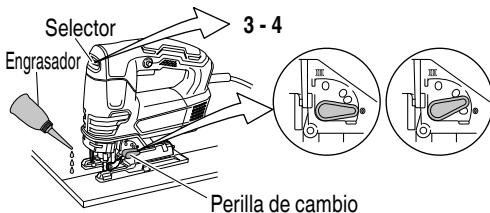

Fig. 16
4. Cortar materiales metálicos (Fig. 16)